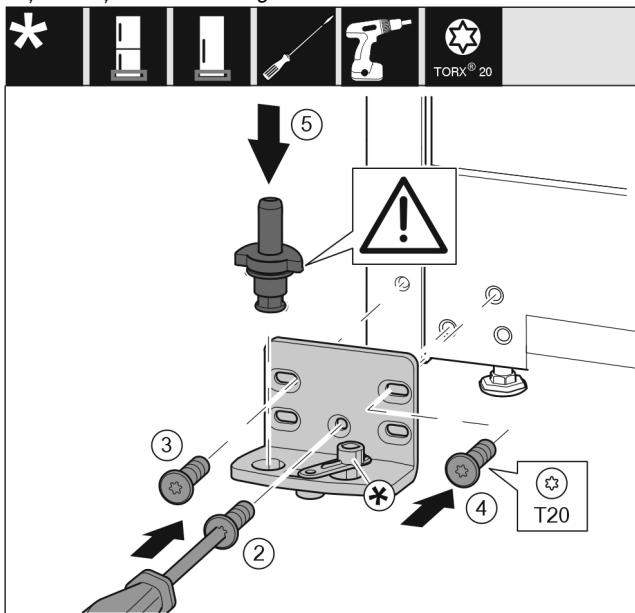

Fig. 14
- Aplicați suportul de lagăr pe partea opusă și însurubați-l cu ajutorul unei șurubelnite T20. Începeți cu șurubul 2 de jos din centru. Fig. 14 (2)
- Însurubați ferm șurubul 3 și 4. Fig. 14 (3,4)
- Introduceți complet bolțul de lagăr. Aveți grijă aici ca respectiva camă de cuplare să fie îndreptată către înapoi. Fig. 14 (5)